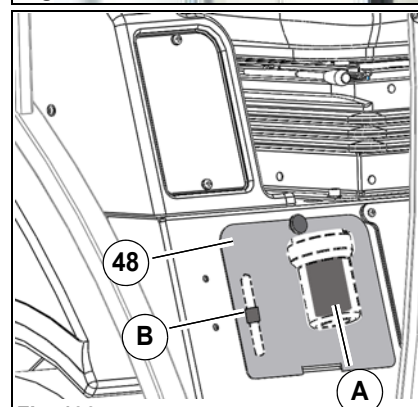

Fig. 106:
Dans la cabine du conducteur se trouvent sous le siège derrière la plaque de recouvrement **Fig. 106-48** le filtre-tamis **Fig. 106-A** et le raccord de réduction **Fig. 106-B** de la pompe à eau. Dévisser le boîtier du filtre, contrôler que le filtre-tamis et le raccord de réduction ne soient pas obturés et les nettoyer le cas échéant.
3. Vidanger également le filtre-tamis **Fig. 106-B**.